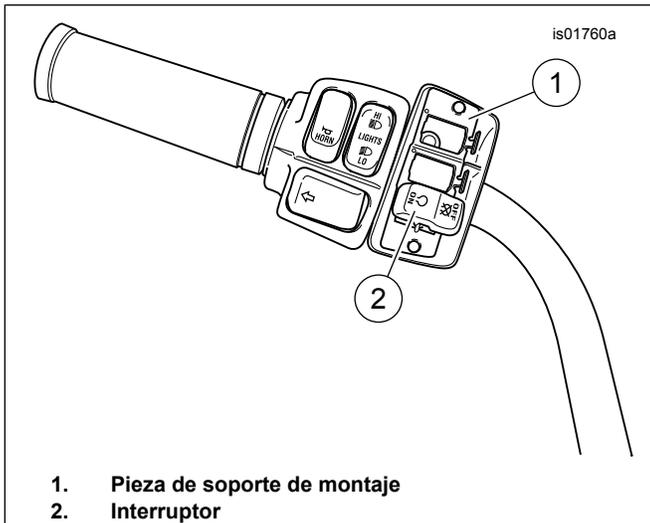

Figura 2. Pieza de soporte de montaje de accesorios auxiliares
- c. Vea la Figura 2. Quite la pieza de soporte de montaje del interruptor, junto con cualquier interruptor o accesorio conectado de la caja de interruptores. *Nota: No es necesario quitar el interruptor de la pieza de soporte de montaje, ni desconectar el cableado de los interruptores para reemplazar las tapas de los interruptores.*